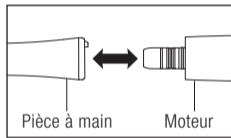

Fig. 1
- 1 Insérez la pièce à main directement sur le moteur (Fig. 1). Lors de la connexion d'une pièce à main optique, vissez la pièce à main jusqu'à ce qu'il survienne un déclic, indiquant que la pièce est verrouillée en position.